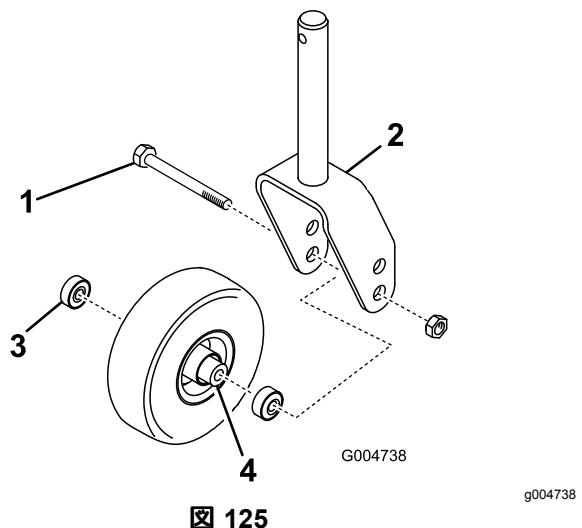
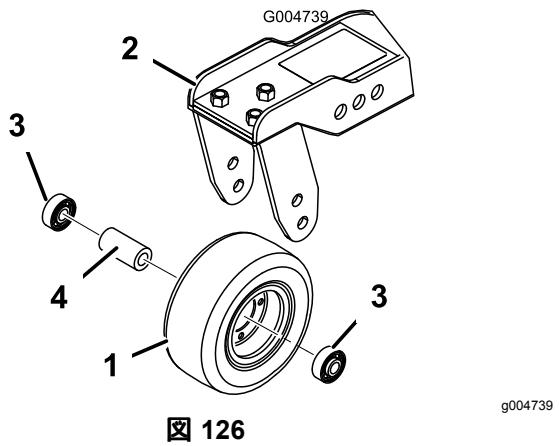

図 125
図 126
- キャスタホイールアセンブリをキャスタフォークまたはキャスタピボットアーム図 125に保持しているボルトからロックナットを外す図 126。
2. ホイールのハブからベアリングを外す。ベアリングスペーサーが落ちてくる図 125 と図 126。